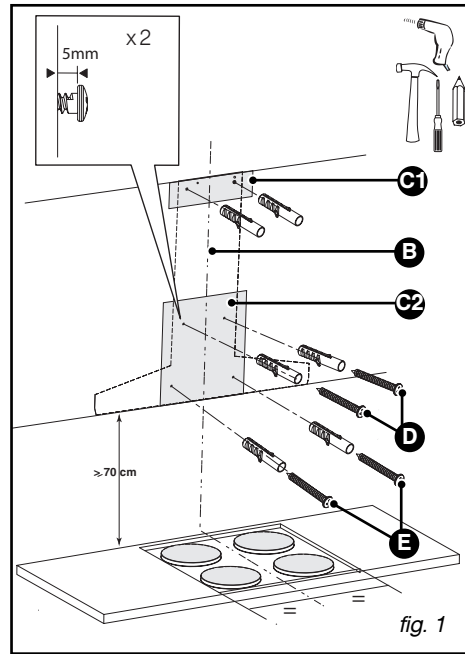

fig. 1
– Placez le gabarit C1 (fig. 1) contre le mur et en butée contre le plafond.
– Vissez les deux vis du haut de la hotte (D/fig. 1) en les laissant dépasser de 5 mm.